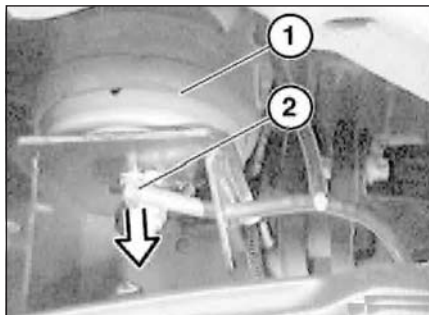

Рис. 13.7. Вакуумный шланг («М57»)
- Снять левый и правый щиток двигателя отсека («М57») и отсоединить вакуумный шланг (2, рис. 13.7) от подушки крепления двигателя, справа и слева.